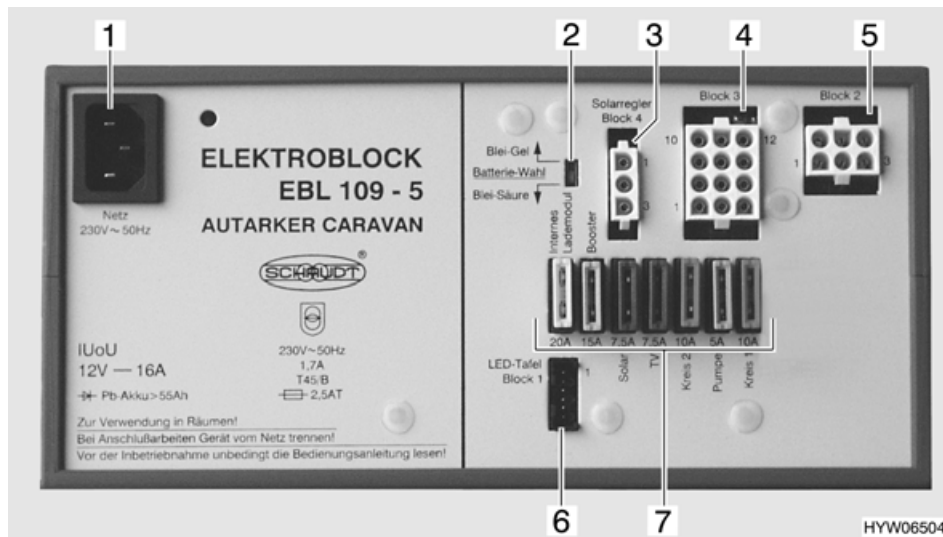

Bild 62 Elektroblock EBL 109
Der Elektroblock (Bild 62) ist je nach Modell im vorderen oder im vorderen rechten Bettkasten eingebaut.
- ▷ Die werkseitige Einstellung des Batterie-Wahlschalters (Bild 62,2) ("Blei-Gel") nicht verändern.